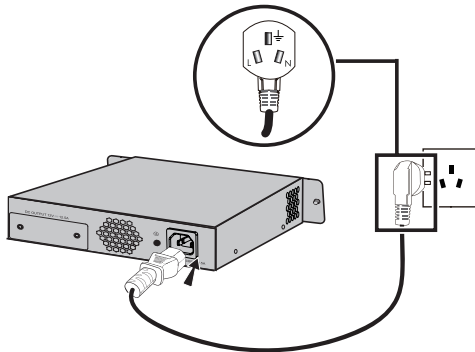

图3-6 TL-RPS200连接电源线示意图
4. 使用TL-RPS200中配送的交流电源线连接TL-RPS200的交流输入接口与电源插座，如图3-6所示。